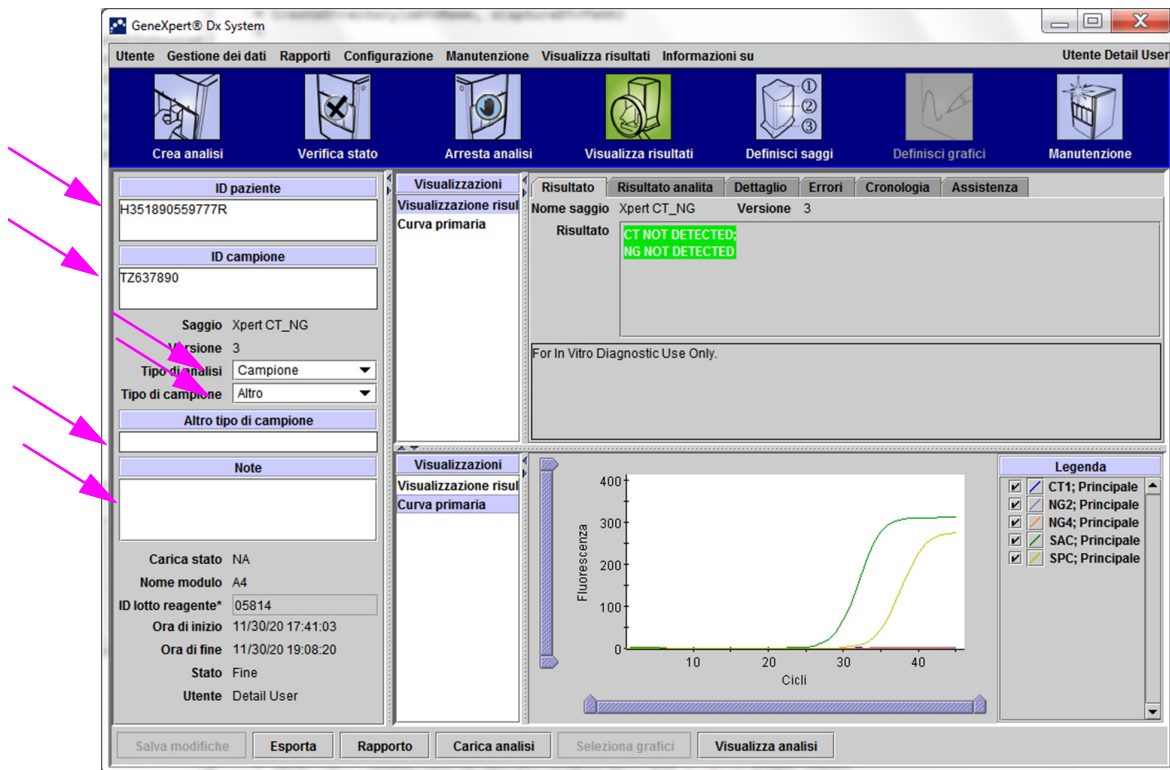
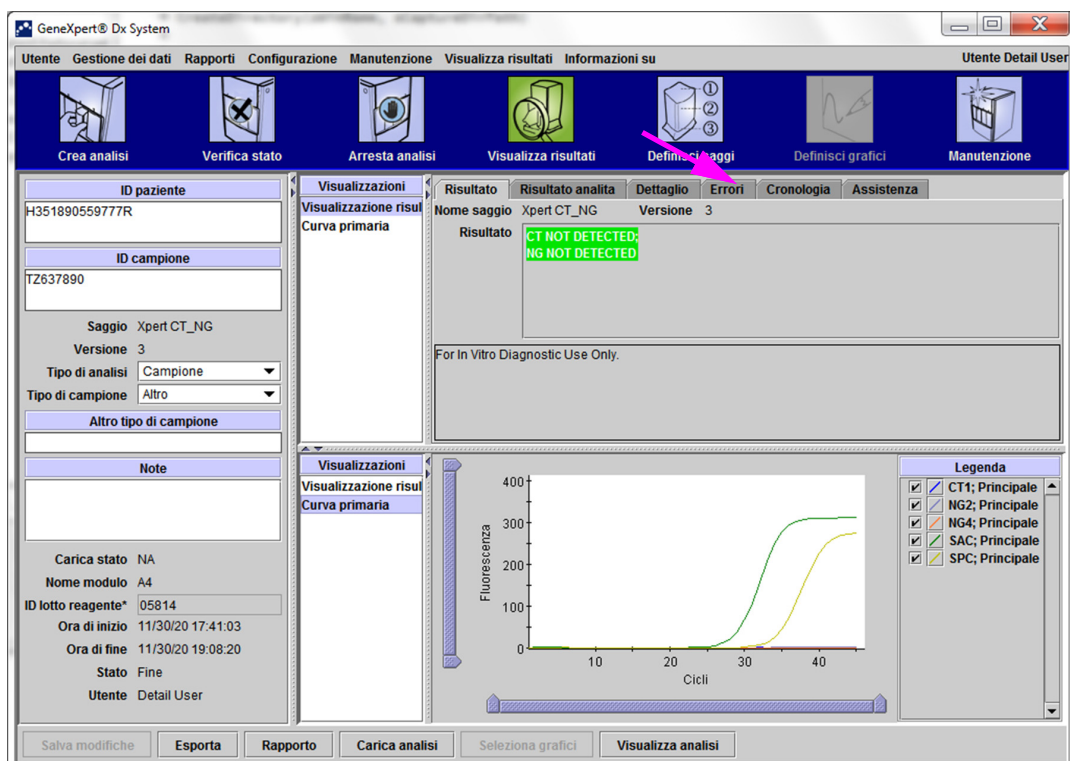

Figura 5-47. Finestra GeneXpert Dx—Visualizza risultati con vista degli utenti avanzati e dell'amministratore
Figura 5-48. Finestra GeneXpert Dx System—Visualizza risultati con vista degli utenti avanzati e dell'amministratore
2. Fare clic sulla scheda **Cronologia** nella schermata **Visualizza risultati** (vedere la Figura 5-47). Viene visualizzata la scheda **Cronologia**, indicante che non sono state apportate modifiche al test. Vedere la Figura 5-48.